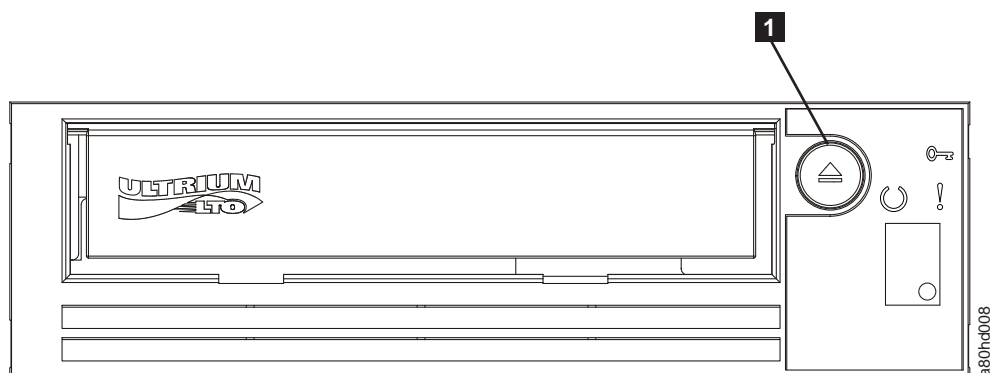

図 3-3. ドライブのリセット
ドライブおよびシステムの電源をオフにせずにドライブをリセットできます。これは、ドライブが応答しなくなった場合に必要になります。このリセットを行うには、テープ・ドライブのフロント・パネルにある排出ボタンを 10 秒間押し続けます (3-2 ページの図 3-3)。ドライブは、大切な技術データのダンプをドライブ・メモリーに強制的にとり、既存のダンプを上書きします。これで、ドライブがリブート
2. 排出ボタンを押します (3-2 ページの図 3-3 の **1** を参照)。ドライブはテープを巻き戻して、カートリッジを排出します。テープの巻き戻し中は作動可能/アクティビティ LED が緑色で明滅し、カートリッジが排出される前に消灯します。